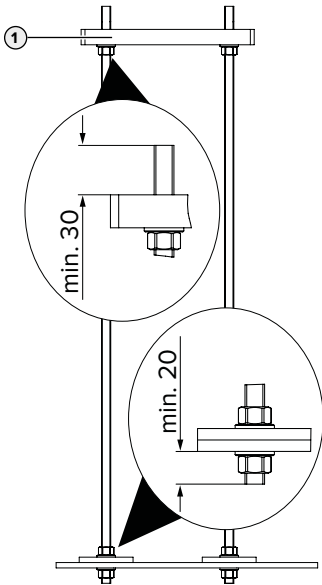

Abb. 3: Poziția șaibelor și piulițelor [mm]
- ▶ Asigurați platbandele cu o piuliță și o șaibă, respectând Abb. 3. Acordați atenție alinierii pe orizontală a setului de fixare a fundației.
- ▶ Montați placa de fundație, respectiv placa adaptoare aferentă (1) (disponibilă ca accesoriu) respectând Abb. 3 pe setul care servește la fixarea pe fundație.